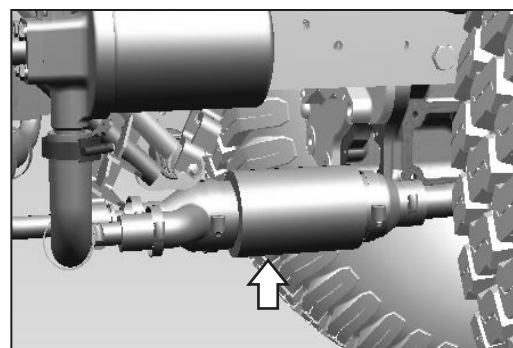

Fig. 5.16a
5.16 Limpeza do filtro de aspiração (Fig. 5.16a)